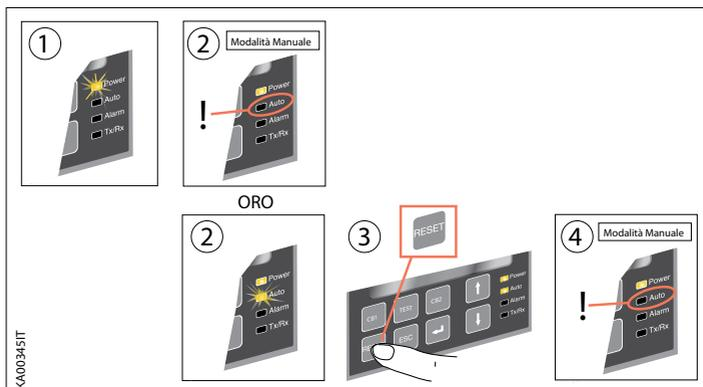

Figura 4.1 Selezione del dispositivo di commutazione automatica ATSPro in Modalità Manuale
- Assicurarsi che il LED Power sia acceso, vedi Figura 4.1/①.
- Se il LED Auto è in OFF/②, il dispositivo di commutazione automatica è in Modalità Manuale.
- Se il LED AUTO è in ON, premere il tasto RESET una volta/③. Il LED Auto commuta in OFF e il dispositivo di commutazione automatica ATSPro resta in Modalità Manuale/④.